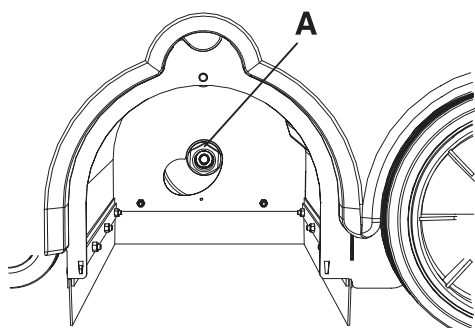
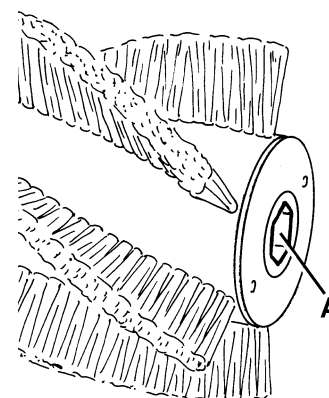

Abbildung 6
Abbildung 8
9. Prüfen, dass die Nabe (A, Abb. 6) frei von Schmutz und Gegenständen (Leinen, Lappen, usw.) ist, die zufällig aufgerollt wurden.
11. Die neue Hauptkehrwalze in die Maschine einsetzen und sicherstellen, dass die Einrastvorrichtung (A, Abb. 8) in die entsprechende Nabe (A, Abb. 6) eingefügt wird.